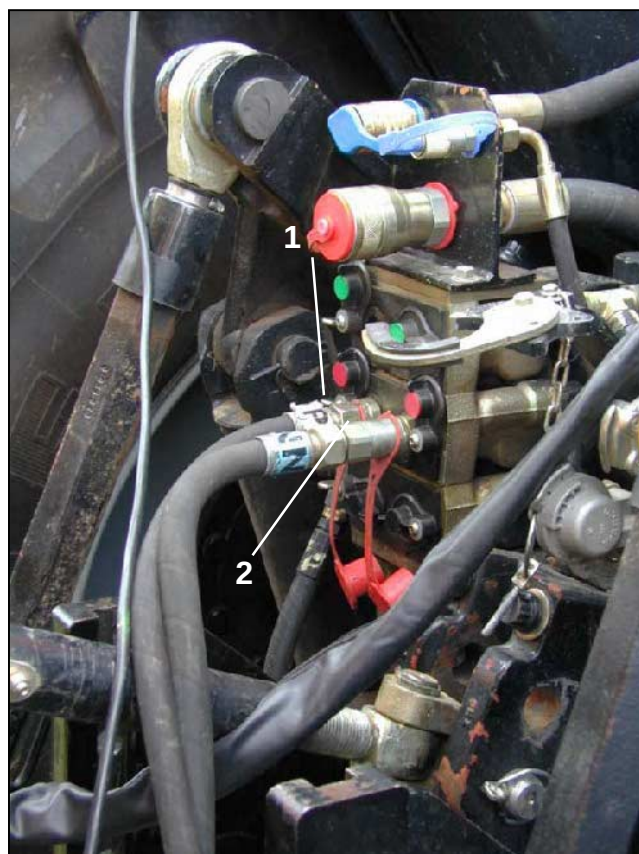

Fig. 8.27
- 1 enkeltvirkende styreventil til trykledningen (fig. 8.27/1).
- 1 returløb uden tryk til tilkobling af returløbsslangen (fig. 8.27/2).